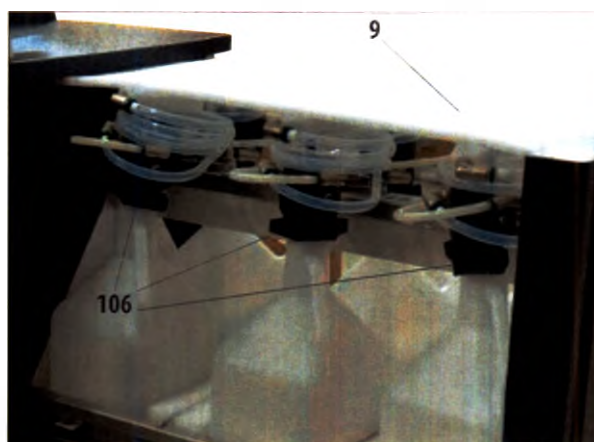

Рис. 18
- Затем откройте выдвижной ящик (9) и выньте из него все вспененные прокладки (рис. 18). При этом удалите шесть темно-зелёных формованных деталей (106) с шеек сменных ёмкостей.